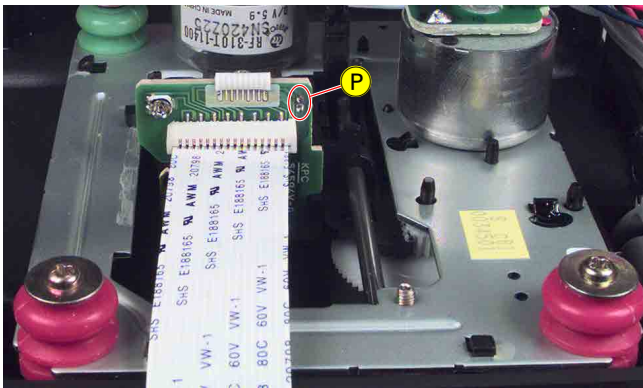

Fig. 10
- Vor Abziehen des Flexprints zum CD-Laufwerk muss die Schutzlötstelle (Ⓟ) (Fig. 10) auf der Leiterplatte der Lasereinheit kurzgeschlossen werden.
- Shortcircuit the protective soldered joint (Ⓟ) (Fig. 10) at the Laser pick-up PCB before disconnecting the flexprint to the CD mechanism.